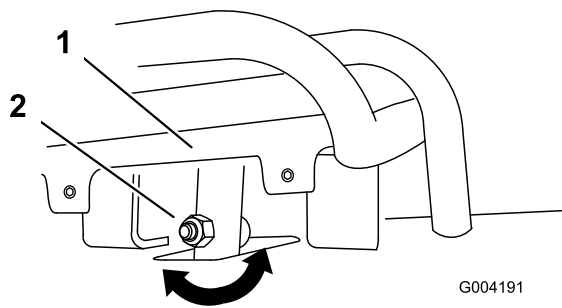
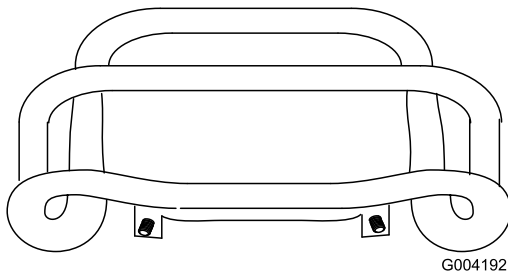

Bild 53
Bild 54
4. Wenn die Vorderseite des Fahrtriebs nicht bündig und gleichmäßig am Anschlagbügel bleibt, lösen Sie die Bundmutter und die Schraube im Schaft des Fahrtriebs (Bild 53).
5. Stellen Sie den Fahrtrieb so ein, dass er bündig am Anschlagbügel bleibt, wenn er gerade nach hinten gezogen wird (Bild 53 und Bild 54).
- C. Lösen Sie die Bundmutter und die Schraube im Fahrtriebsschaft (Bild 53).
- I. Stellen Sie den Fahrtrieb so ein, dass er bündig am Anschlagbügel bleibt, wenn er gerade nach hinten gezogen wird (Bild 53 und Bild 54).